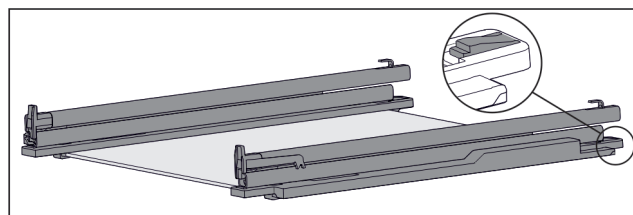

Fig. 155 Skleněná deska s kolejničkami a přídržnými díly
- Přídržný díl vzadu stlačte dolů (viz Fig. 155) a současně zasuňte kolejničku dozadu.